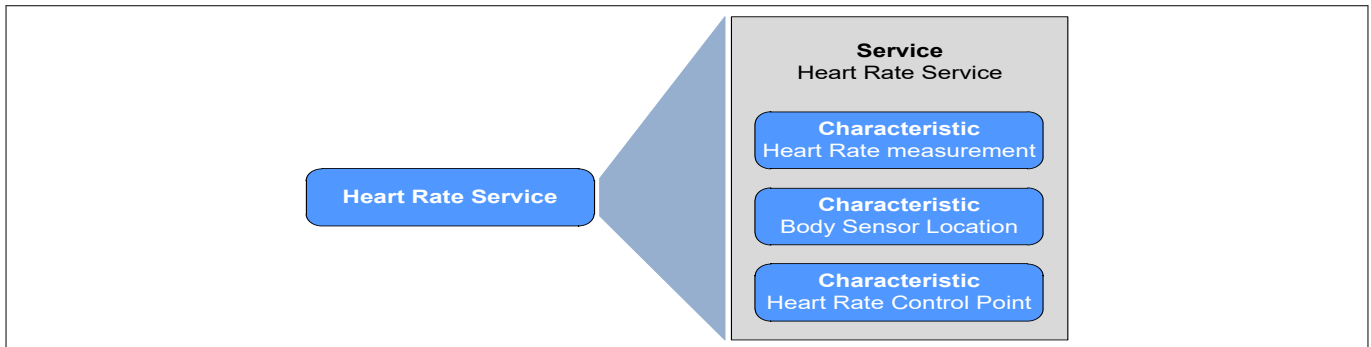

図 66 Bluetooth® LE 心拍数サービスの例
- サービス: GATT サーバーによって実行される機能を定義する属性の 1 種です。サービスはキャラクターリスティックの集合であり、他のサービスを含むこともあります。サービスの概念は、関連のあるデータのグループを確立し、データ階層を提供するために使用されます。心拍数サービス (HRS) の例は、図 66 を参照してください。